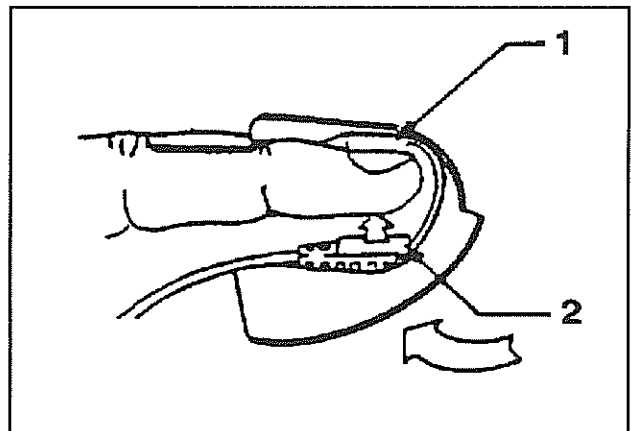

Bild 5 (1) Lichtquelle
(2) Photozelle
- * Legen Sie die Lichtquelle des Sensors auf den Fingernagel und führen Sie den biegsamen Streifen des Sensors so um die Fingerkuppe, daß die Photozelle gegenüber der Lichtquelle auf der Fingerbeere aufliegt. Die Sensorzuleitung verläuft nun unter dem Finger in Richtung Handfläche (Bild 5).